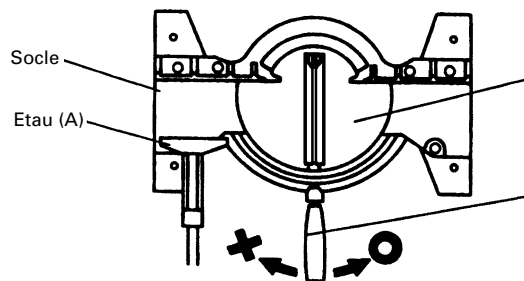
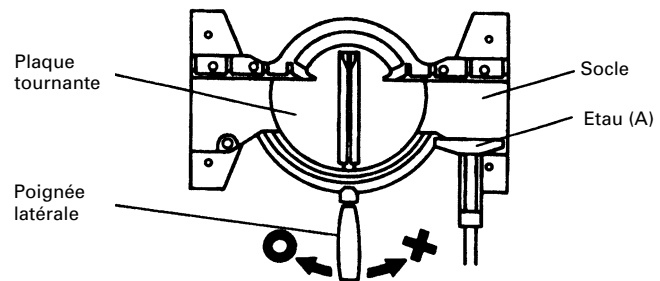

Fig. 17
Fig. 18
⚠ ATTENTION: Si l'étau (A) a été monté sur la gauche du socle comme indiqué sur la Fig. 17, faire tourner la plaque tournante vers la droite pour commencer la coupe. Si l'étau (A) a été monté sur la droite du socle comme indiqué sur la Fig. 18, faire tourner la plaque tournante vers la gauche pour commencer la coupe.